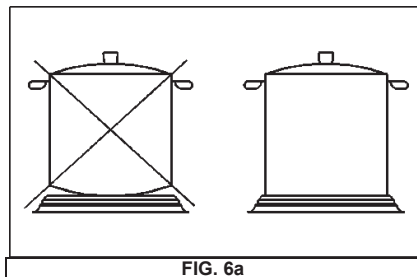

FIG. 6a
- Toujours utiliser des casseroles à fond plat et très épais (voir fig. 6a).